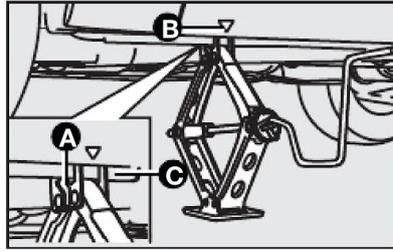

fig. 6
- Colocar o macaco onde está marcado o símbolo **B-fig. 6** ou **7** perto da roda a substituir e definir-se de que a ranhura **A** do macaco esteja bem encaixada na longarina **C**.